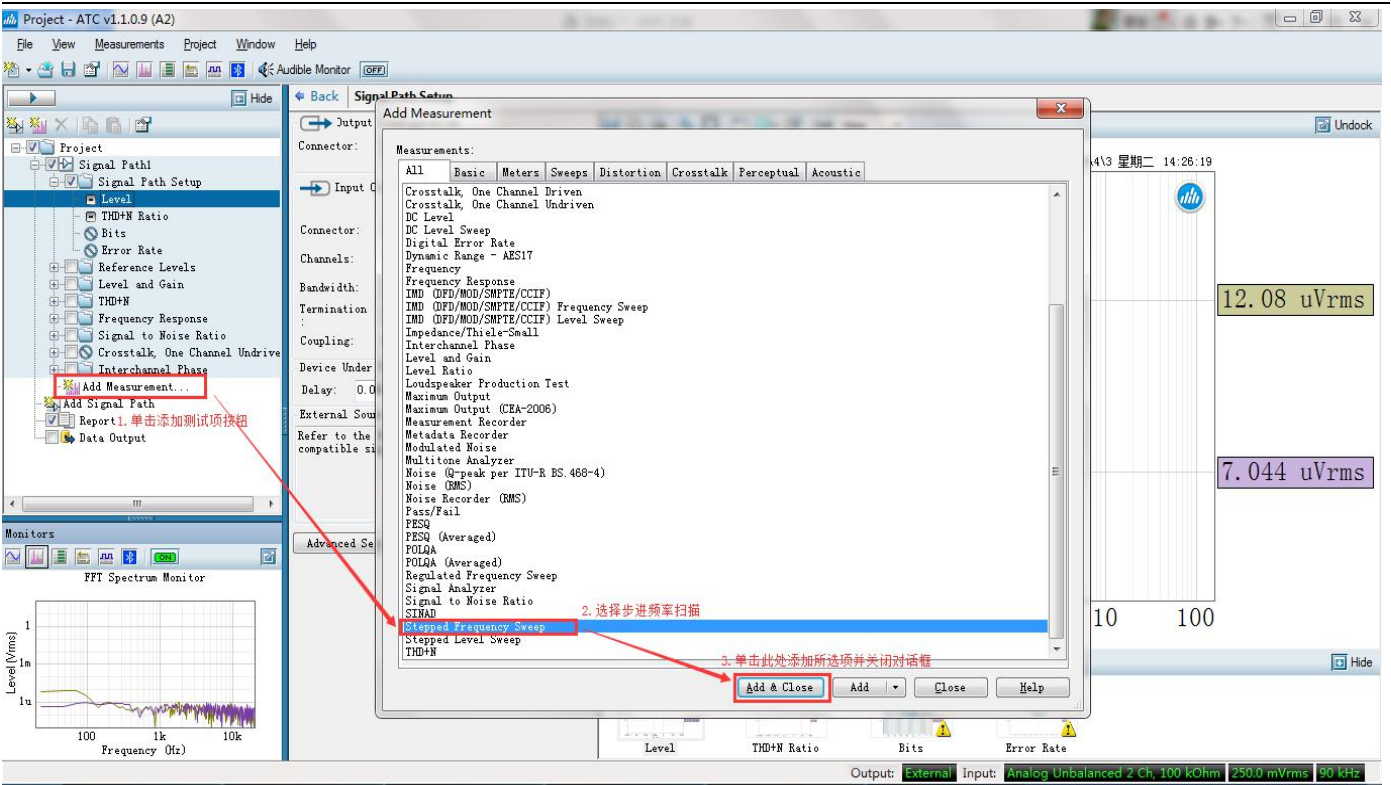

图 1
- 对于频率响应测试，采用外部信号源时 Frequency Response 测试项不可用，必须采用 Stepped Frequency Sweep 测试项，首先需要添加该测试项，具体方法如图 1 所示：